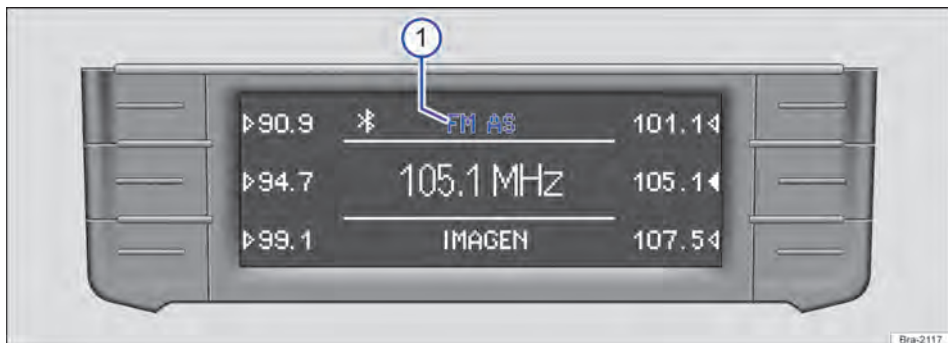

Fig. 126 Menu principal RADIO: são exibidas as faixas de frequências e os níveis de memória.
A faixa de frequências atualmente selecionada é exibida acima da exibição da estação → Fig. 126 ①.